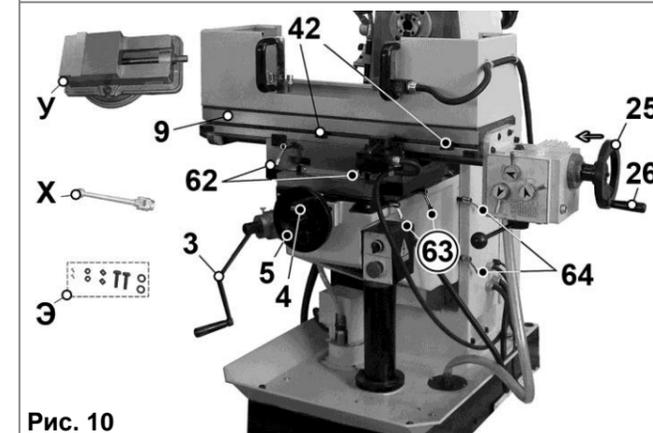

Рис. 10
9.6.8. Позиционирование и подача заготовки, закреплённой на рабочем столе (9), в поперечном направлении выполняется вращением маховика (5) поперечного перемещения рабочего стола (9). Закрепление (фиксация) перемещения рабочего стола (9) в поперечном направлении производится двумя ручками (63), Рис.10.
- удерживая маховик (5), ослабить винт крепления (77), обнулить лимб (80) по шкале (79), закрепить винтом (77);
- расстояние фрезеруемого материала контролируется по шкале лимба (80), (1 деление = 0,02мм).
9.6.10. Позиционирование и подача заготовки, закреплённой на рабочем столе (9), в вертикальном направлении выполняется поворотом рукоятки (3) вертикального перемещения консоли (44). Закрепление (фиксация) перемещения консоли (44) в вертикальном направлении производится двумя ручками (64), Рис.10.